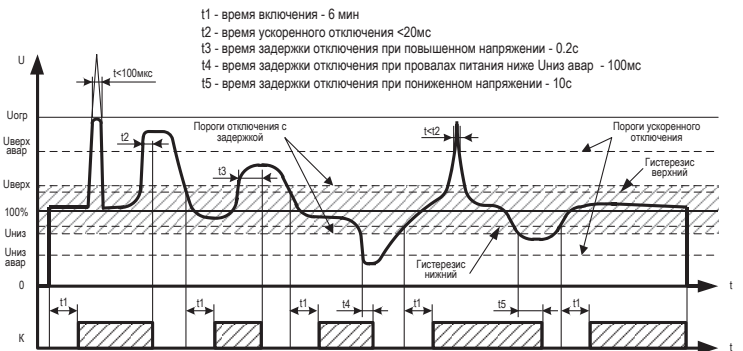

Рис. 3
**ВНИМАНИЕ! Не заменяет другие аппараты защиты (автоматические выключатели, УЗИП, УЗО и пр.).** Возможно применение в сетях любой конфигурации; TN-C, TN-S, TN-C-S, TT. Для удобства пользователей при кратковременных (менее 0.5с) провалах сетевого напряжения, УЗМ не отключает нагрузку и задержки включения не происходит. Диаграмма работы реле приведена на рис. 3.